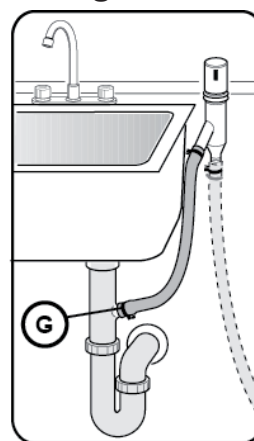

Figure 13
3. Sur le raccordement de vidange de lave-vaisselle sous l'évier via un dispositif de coupure anti-retour comme l'indique la **Figure 13**.